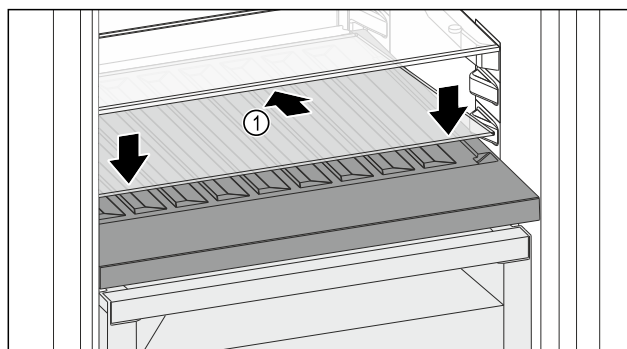

Fig. 122
- ▶ Skleněnou desku Fig. 122 (1) zasuňte šikmo a skloněnou dozadu dolů.
- ▶ Skleněnou desku Fig. 122 (1) vpředu spusťte dolů.